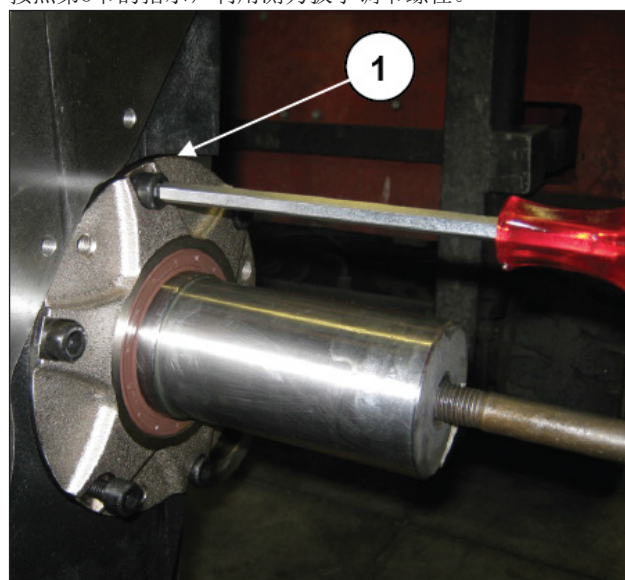
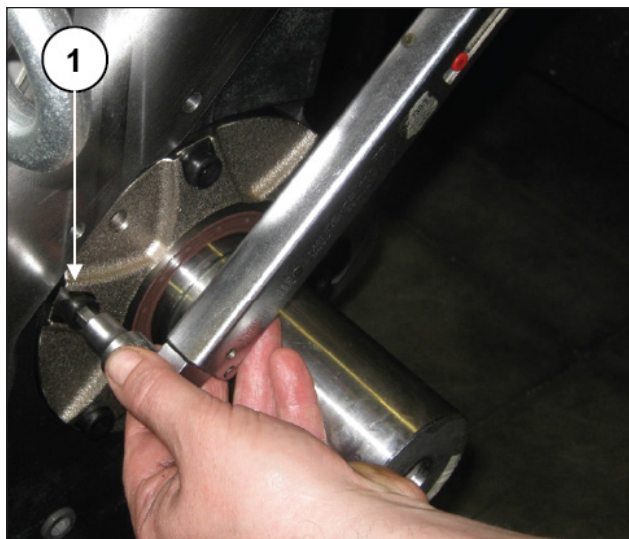

图 119
图 120
在两侧安装密封圈和PT0轴承盖并拧紧M10固定螺栓 (位置①, 图 119 - 图 120)。